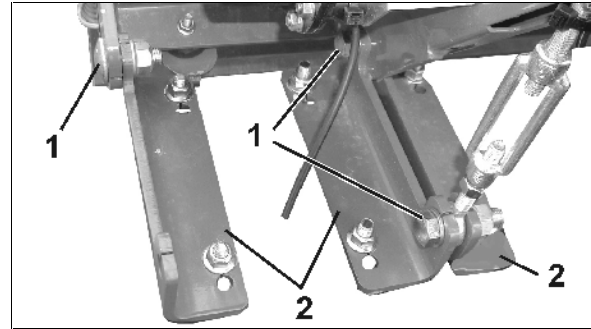

Fig. 25
- 3.2 Rechts: 3 Verschraubungen (Fig. 25/1) lösen und 3 Kupplungsteile (Fig. 25/2) abnehmen.